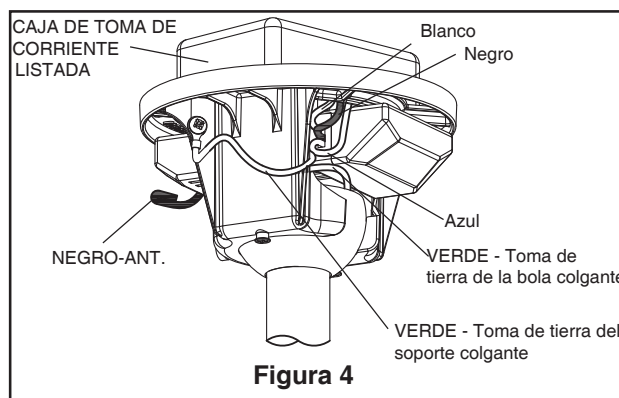

Figura 4
- Una vez haya hecho las conexiones, coloque los cables hacia arriba y empújelos cuidadosamente hacia dentro de la caja de la toma de corriente, poniendo los cables blancos y verdes a un lado de la caja y los negros hacia el otro lado. Los cables deben ser colocados de forma extendida poniendo el conductor de la toma de tierra y el conductor de toma de tierra del equipo a un lado de la caja, colocando el conductor sin toma de tierra en el otro lado de la caja. (Figura 4)